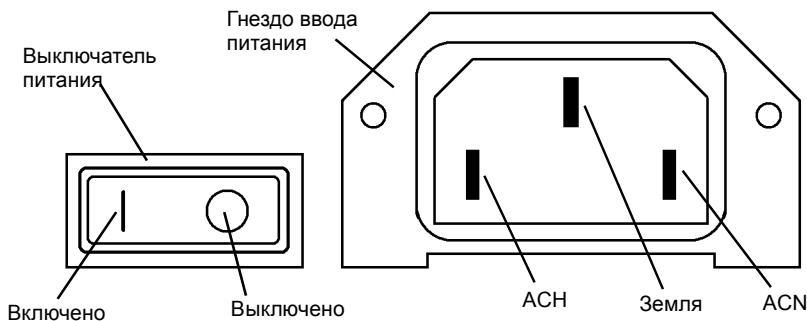

Рисунок 2 Выключатель и гнездо ввода питания
- ii. Подсоедините зажим прибора к контакту Земля (Рисунок 2).
- а. Проверьте, что черный щуп измерительного прибора подсоединен к контакту Земля (Рисунок 2).